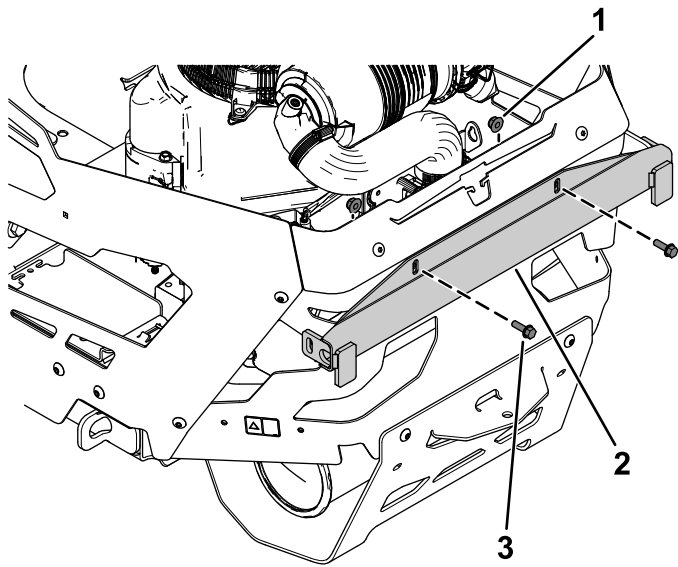

Figura 7
1. Fissate senza serrare il supporto superiore sulla protezione posteriore del motore con 2 bulloni a testa flangiata (5/16" x 1") e 2 dadi flangiati (5/16") come illustrato nella Figura 7.